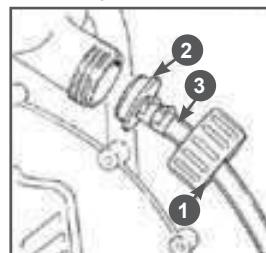

Рис. 11 Демонтаж выпускного шланга опрыскивателя
- Демонтируйте выпускной шланг опрыскивателя. Для этого необходимо открутить соединительную гайку 1 (Рис.11) и вытащить редуктор 2 со шлангом 3.